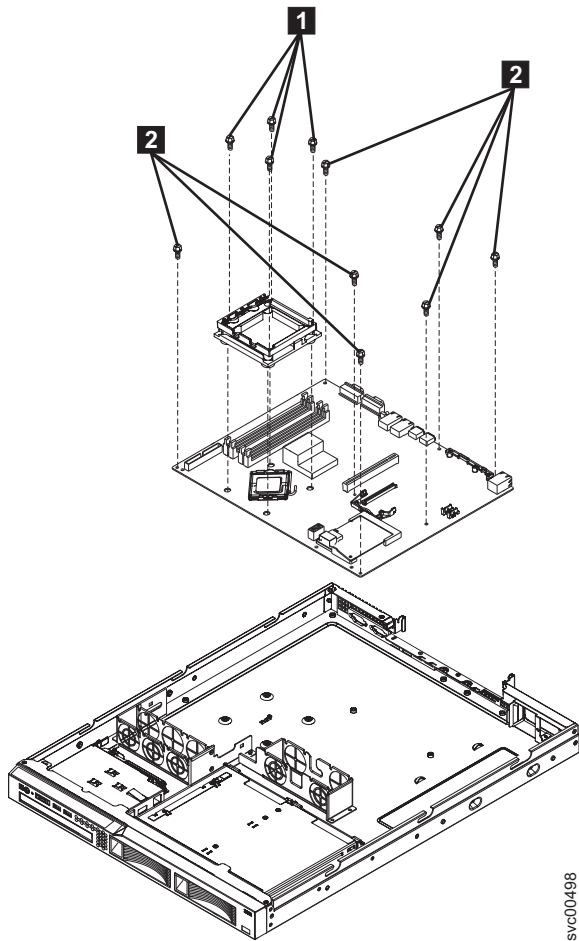

図 280. SAN ボリューム・コントローラー 2145-8A4 システム・ボードとマイクロプロセッサ保持モジュール
16. マイクロプロセッサ保持モジュールの向きに注意してから、マイクロプロセッサ保持モジュールをシステム・ボードに固定している 4 本のねじ (317 ページの図 280 の **1**) を取り外します。そして、保持モジュールをサーバーから持ち上げます。
17. システム・ボードをシャーシに固定している残り 8 本のねじ (図 280 の **2**) を取り外します。ねじを安全な場所に置きます。